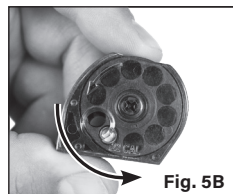

Fig. 5B
4. Faites tourner le cylindre dans le sens inverse des aiguilles d'une montre jusqu'au prochain emplacement ouvert (voir Fig. 5B).